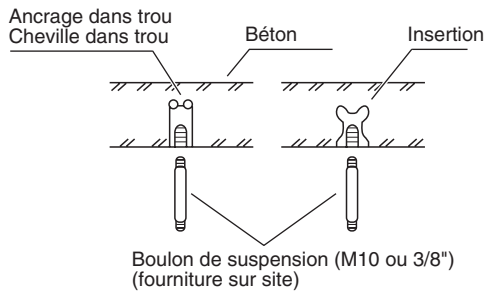

Fig. 3-3
- Insérer les boulons de suspension (Fig. 3-3) ou
- (2) Visser les boulons de suspension, en les laissant dépasser du plafond (Figs. 3-3). (Coupez le matériau du plafond, si besoin.)